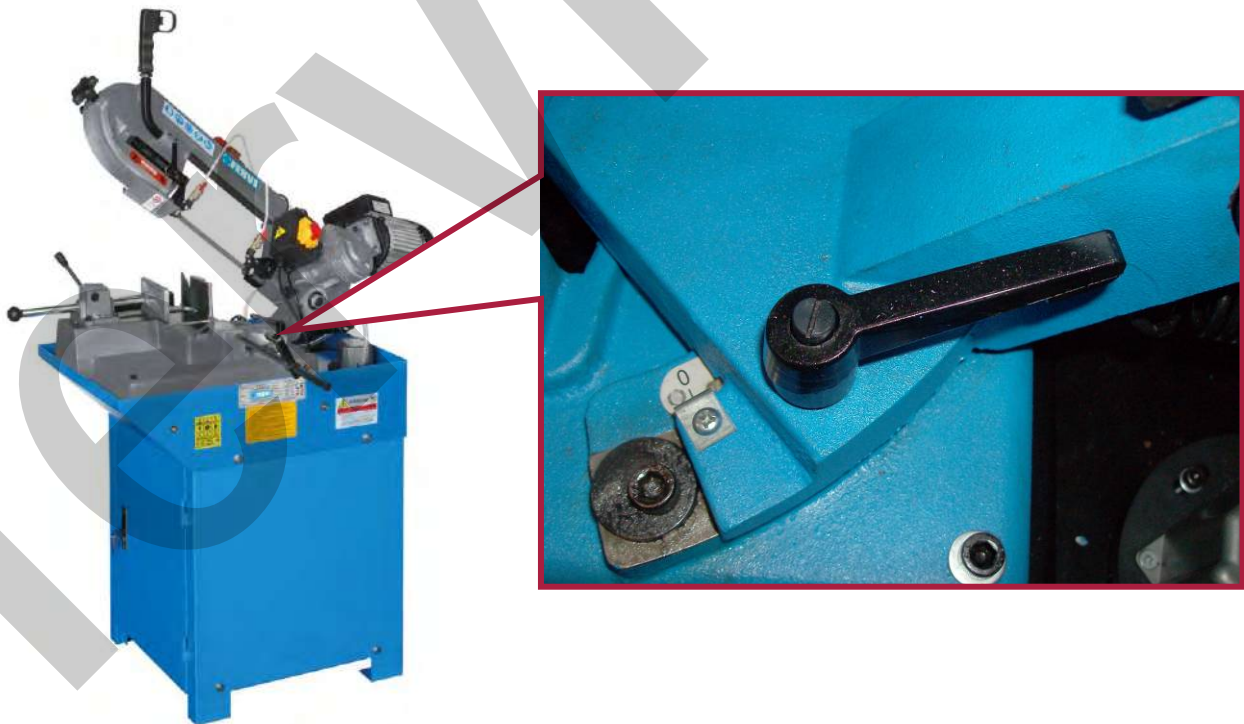

Figura 18 – Regolazione della posizione della testa.
1. Per regolare la posizione della testa ed eseguire tagli angolati fra 0 e 60° è necessario ruotare la leva, posta nella parte posteriore destra della macchina, all'indietro in posizione di sblocco (vedere Figura 18) quindi ruotare manualmente la testa allineando l'indicatore alla scala graduata nella posizione desiderata.